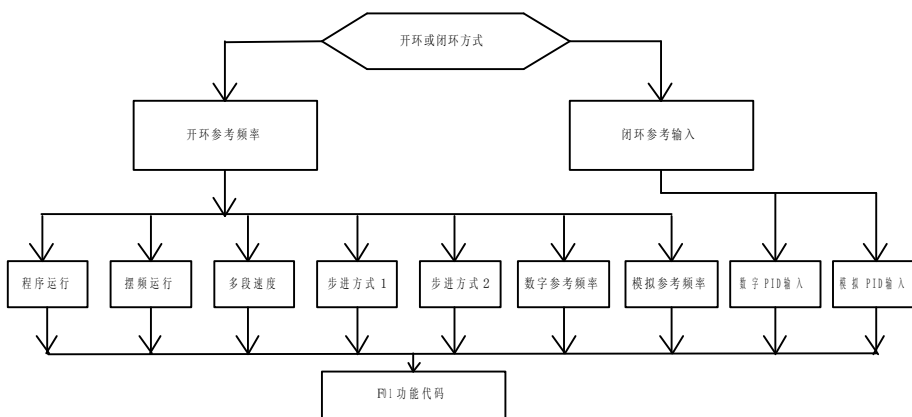

图 5-1 F01 功能代码内容显示值
- 当变频器的直流母线电压小于软启动接触器的动作阈值时，F01 功能代码的内容值显示为 LU。F01 功能代码显示值如图 5-1 所示。